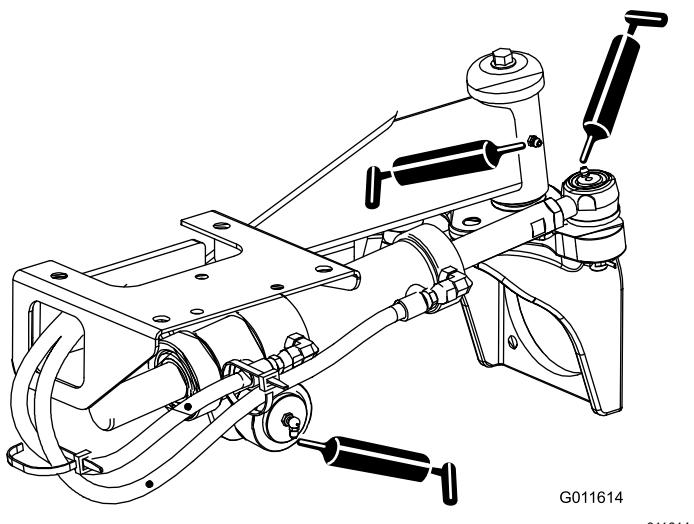

Рисунок 34
- Шаровые опоры гидроцилиндра рулевого управления (2 шт.) и задняя ось (1 шт.) — Рисунок 34